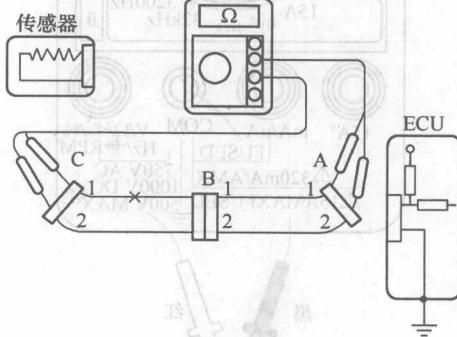

图1-10 检测线路是否导通
a. 脱开插接器(A)和(C)，测量它们之间的电阻值，如图1-10所示。若插接器(A)端子1与插接器(C)端子1之间的电阻值为 $\infty$ ，则它们之间不导通(断路)；若插接器(A)端子2与插接器(C)端子2之间的电阻值为 $0\Omega$ ，则它们之间导通(无断路)。